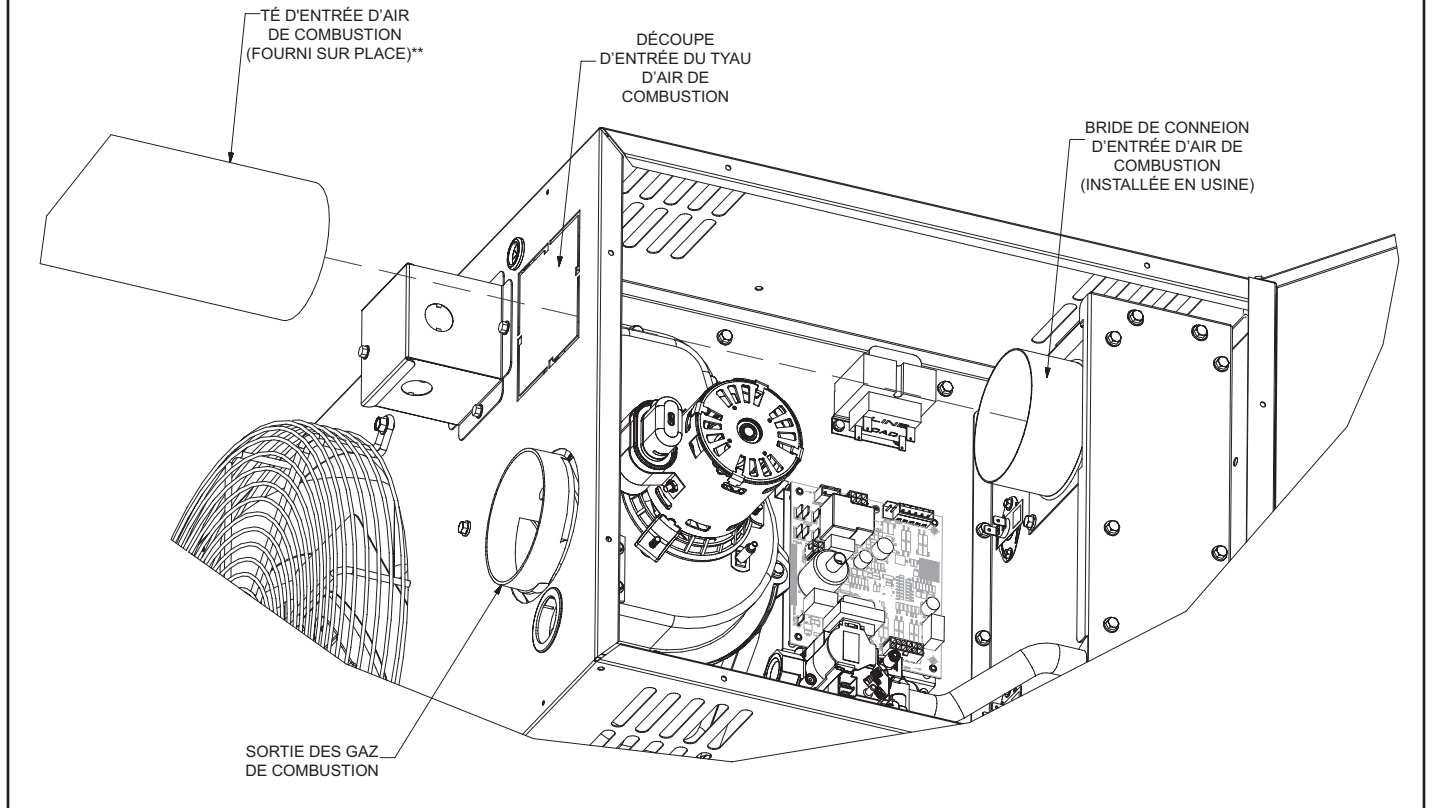

FIGURE 6
- 8 - Retirer la découpe d'accès du tuyau d'air de combustion. Voir Figure 6.